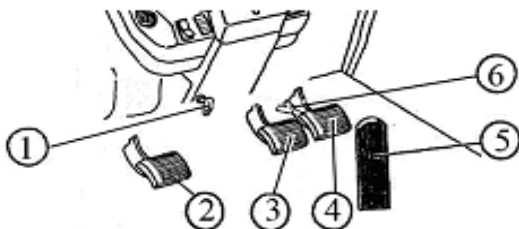
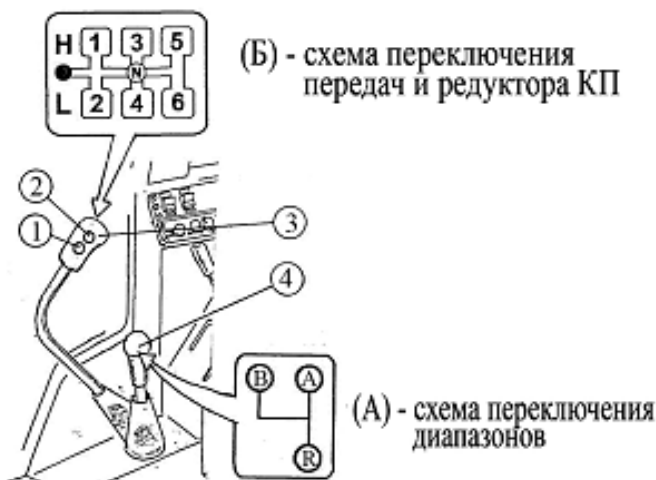

Рис. 3.37. Расположение педалей трактора и рукоятки управления фиксацией рулевой колонки:
Рис. 3.38. Переключение диапазонов, передач и редуктора КП:
- 1* – рычаг переключения передач (*1a* – кнопка включения низшей (L) ступени редуктора КП, *1б* – кнопка включения высшей (H) ступени редуктора КП, *1с* – сигнализатор включения высшей ступени редуктора КП, *1с* – сигнализатор включения низшей ступени редуктора КП); *2* – рычаг переключения диапазонов коробки передач; *3* – рычаг управления задним навесным устройством; *4* – пульт управления задним навесным устройством; *5* – клавиша переключения привода переднего ведущего моста; *6* – клавиша управления блокировкой дифференциала заднего моста; *7* – контрольная лампа включения низшей ступени редуктора коробки передач; *8* – контрольная лампа включения высшей ступени редуктора коробки передач; *9* – рычаги управления распределителем гидросистемы; *10* – рукоятка переключения режимов заднего ВОМ (независимый привод/нейтраль); *11* – рычаг стояночного тормоза; *12* – рычаг управления подачей топлива
4. Установите, выжав педаль сцепления 2 (рис. 3.37), рычаги переключения передач 3 (рис. 3.38) и диапазонов 4 (рис. 3.38) в нейтральное положение, отпустите педаль сцепления.
7. Выжмите педаль сцепления 2 (рис. 3.37).
4. Нажмите кнопку 1 (см. рис. 3.38) для включения низшей ступени (L) редуктора КП или кнопку 2 для включения высшей ступени (H) редуктора; включение ступеней редуктора «L» или «H» возможно только после установки рычага переключения передач в «Нейтраль».
5. Выберите желаемую передачу, для чего переместите рычаг переключения передач 3 (см. рис. 3.38) из нейтральной («N») в одно из положений 1, 2, 3, 4, 5, 6 в соответствии со схемой переключения передач (Б).
3. Для включения передачи плавно, без резких толчков, переместите рычаг переключения передач 3 (см. рис. 3.38) согласно схеме (Б) и удержите его в поджатом положении до полного включения передачи.
При движении по дорогам на транспортных скоростях обе педали рабочих тормозов должны быть заблокированы с помощью соединительной планки 6 (см. рис. 3.37).